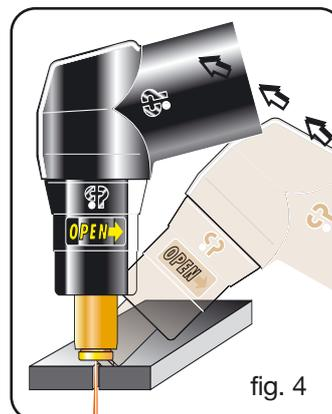

fig. 4
En el caso de que se deban realizar agujeros o se deba iniciar el corte desde el centro de la pieza, se deberá disponer la antorcha en posición inclinada y lentamente enderezarla de forma que el metal fundido no venga salpicado sobre la tobera (ver fig. 4). Esta operación deberá ser realizada cuando se agujerean piezas de espesor superior a los 3 mm.
En el empleo en automático (ver fig. 5) mantener la tobera distante 6/7 mm. De la pieza y después de haber efectuado el agujero acercarla a aproximadamente  $\frac{3}{4}$  mm. Para espesores superiores a los 6/8mm hay que perforar el material antes del corte. En el caso de que se deban efectuar cortes circulares se aconseja de utilizar el específico compás proporcionado a petición. Es importante recordar que la utilización del compás podría hacer necesario el empleo de la técnica de partida indicada más arriba (fig. 4).
- . Espesor excesivo de la pieza (ver diagramas velocidad de corte, fig. 4)